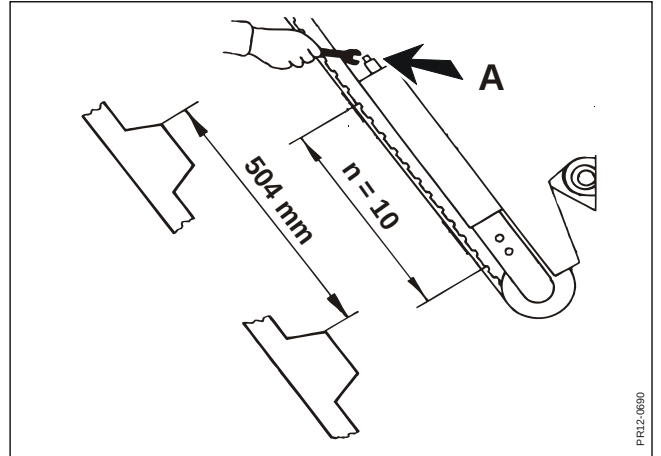

Fig. 8.9
Fig. 8.9 Elevatorens tandremme kan strammes ved at dreje strammeskruerne (A) mod uret efter at låsesplitten er fjernet. Der spændes op til afstanden over 10 tænder er ca. 504 mm, hvorefter der testes at remmen kører korrekt.